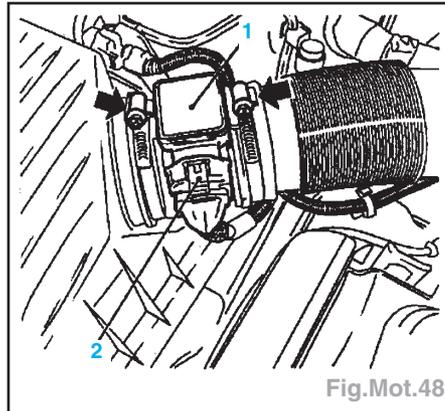

Fig.Mot.48
- Débrancher la fiche (1), les tubes d'admission et le débitmètre massique (1) (Fig.mot.48).